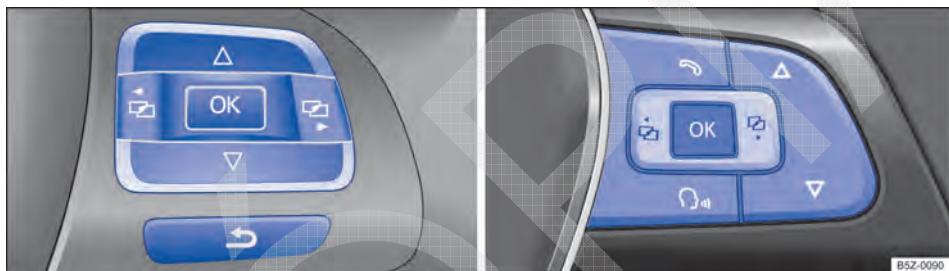

Fig. 13 Lado direito do volante multifunções: teclas de comando dos menus do instrumento combinado.
- Se uma mensagem ou o pictograma do veículo forem exibidos, pressionar a tecla **OK** (⇒ **Fig. 12** ① ou ⇒ **Fig. 13** **OK**).